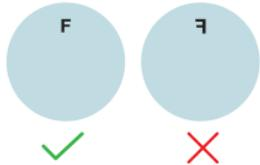

Fig 1. Sens de l'implant
17. Avant l'insertion, s'assurer que l'implant est dans le bon sens : La lettre « (F) » qui se trouve sur la surface périphérique de l'EndoArt® devrait apparaître correctement (Fig. 1) ; dans le cas contraire, l'implant doit être retourné.